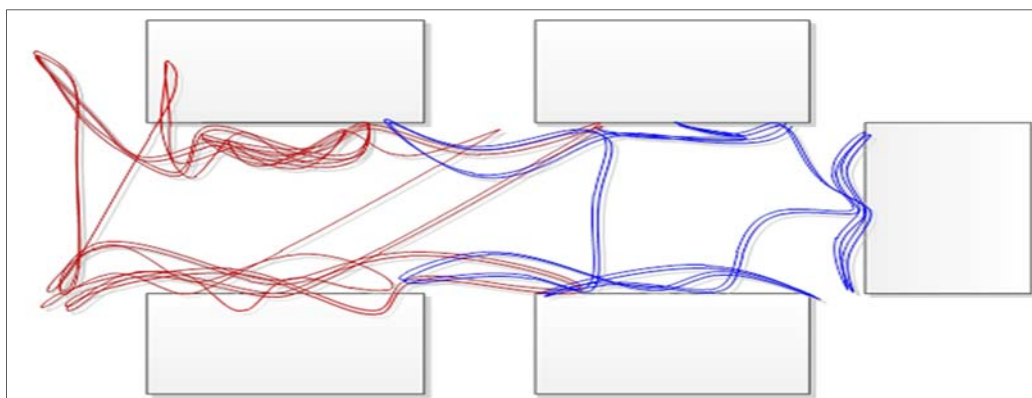
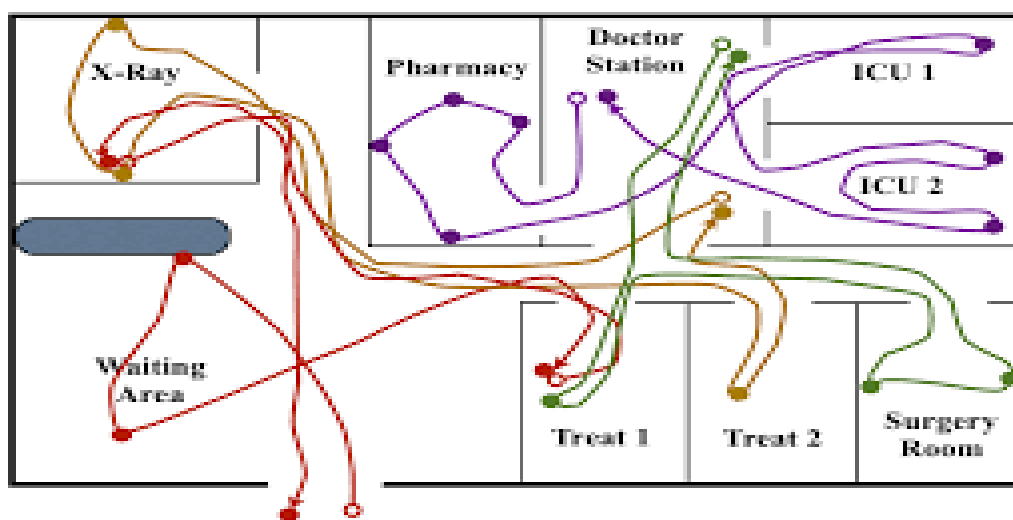

Рисунок 4. Диаграмма «спагетти»
Рисунок 5. Диаграмма «спагетти»
3. Отмечаем все остановки, отклонения или маневры. Например, если работник взял документ и двигается с ним из кабинета в кабинет. Если этого не сделать, то будет казаться, что движение было по прямой без остановок. На плане это будет представлено изгибами линий (рисунок 4) или точками (рисунок 5).